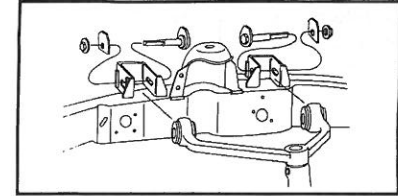

Figure No. 1
- 8.) Instale flojamente los ensambles de excéntrica, pero no los apriete en este momento. (vea la figura No. 1).